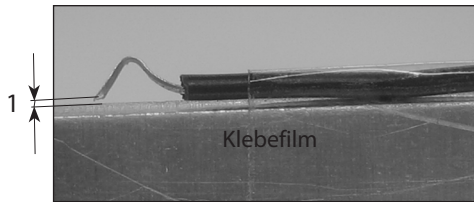

Abb.: 32
2.6.2 Anschließend kleben wir ein kurzes Stück Tesafilm über die schwarze Isolation des Drahtes und befestigen den Draht etwas links von der Mitte des Seitenteiles auf dem schmalen Streifen des Seitenteils (Abb.: 32+33).